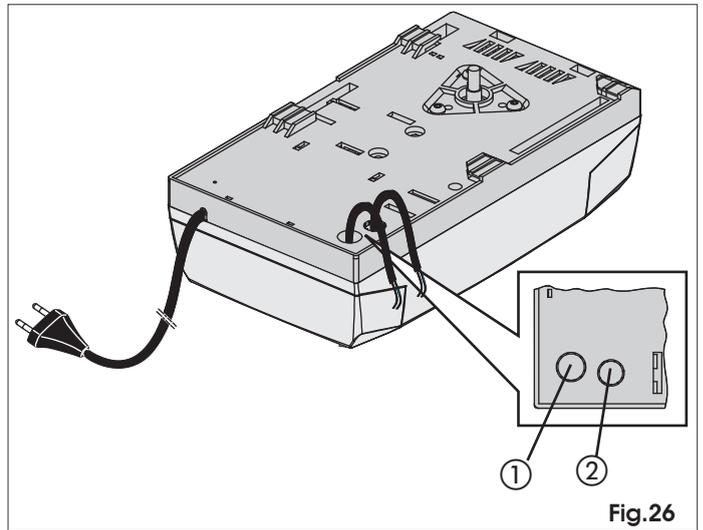

Fig.26
- Pour la connexion des commandes externes, des sécurités et des signalisations, défoncer la pré-cassure (Fig. 26 ref. ①).
- Pour la connexion du bord de sécurité, (voir par. 17.3), défoncer la pré-cassure (Fig. 26 ref. ②).